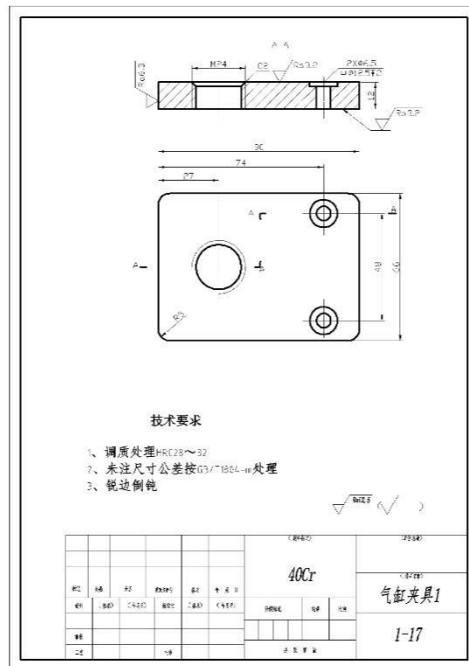

图 1-1-17 气缸夹具 1
(1) 任务描述: 根据提供的实物, 手工测绘机械零件——气缸夹具 1。零件照片见图 1-1-17。